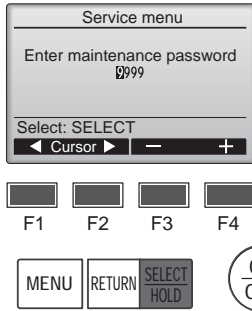

Fig. 7-3
- 2 Una vez seleccionado el Menú Revisión aparecerá una ventana que pide la contraseña. (Fig. 7-3)